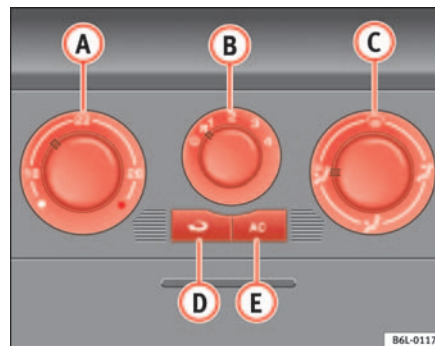

Fig. 90 Mandos del Aire Acondicionado en el tablero de instrumentos
- Desconecte el sistema de refrigeración con la tecla ⇒ fig. 90 [AC] (se apaga el testigo de la tecla).
Con la recirculación de aire en marcha ⇒ **página 126, fig. 90**  (se enciende un testigo en la tecla), se evita que los malos olores del exterior, por ejemplo, al atravesar un túnel o en un atasco, penetren en el habitáculo.